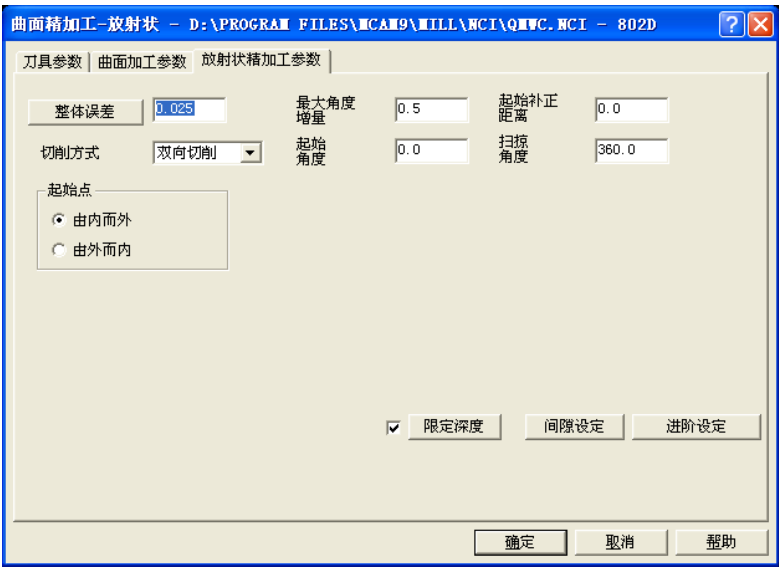

图 1-65 放射状精加工参数
3) 在“放射状精加工参数”选项卡中输入最大角度增量: 0.5、起始角度: 0.0、扫掠角度: 360.0、起始补正距离: 0.0，勾选“限定深度”，“限定深度”与“间隙设定”对话框参数设定与例 1-11 相同，其余默认，如图 1-65 所示。